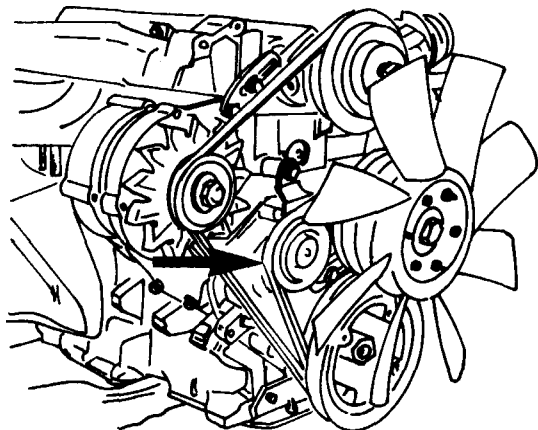

Рис. 1.52. Стрелка указывает натяжной ролик клинового ремня вентилятора.
- 5 С торца двигателя: ослабьте болты натяжного ролика ременного привода вентилятора (2 болта). Отверните болты крепления генератора (4 болта) и снимите его вместе с кронштейном, сняв предварительно ремень (см. рис. 1.52).